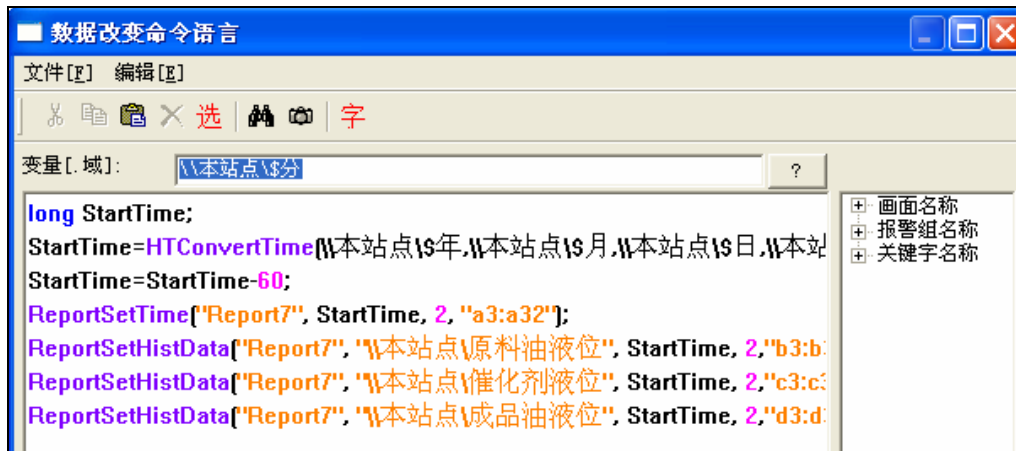

图 5-28 1 分钟数据查询报表命令语言
(5) 在工程浏览器窗口左侧“工程目录显示区”中选择“命令语言”中的“数据改变命令语言”选项，在右侧“目录内容显示区”中双击“新建”图标，在弹出的编辑框中输入如下脚本语言，如图 5-28 所示。